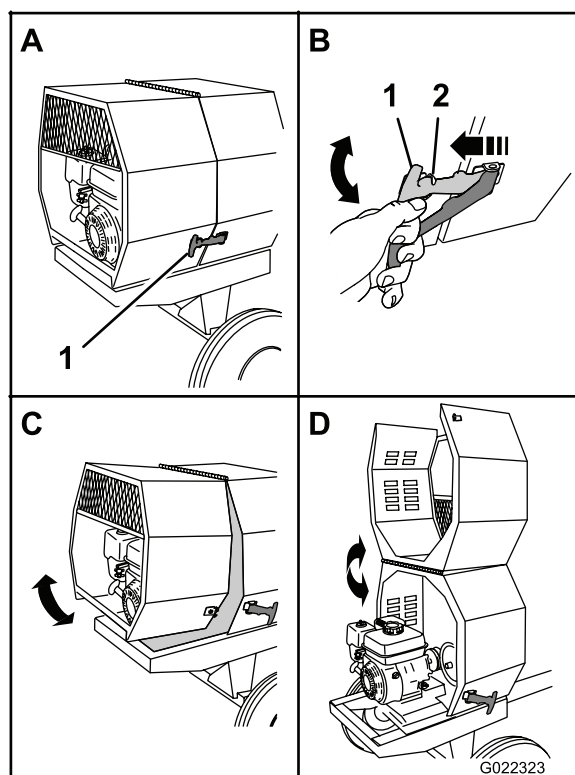

Figure 24
1. Du côté de la machine où les capots avant et arrière se rencontrent, tirez l'attache et détachez-la de son ancrage sur le capot arrière (Figure 24).
3. Faites pivoter le capot arrière vers le haut et l'avant jusqu'à ce qu'il repose sur le capot avant (Figure 24).
1. Faites pivoter le capot arrière vers l'arrière et le bas jusqu'à ce que le récepteur situé en bas et au centre du capot soit aligné sur le cadre de la machine (Figure 24).
3. Répétez l'opération 2 de l'autre côté de la machine (Figure 24).